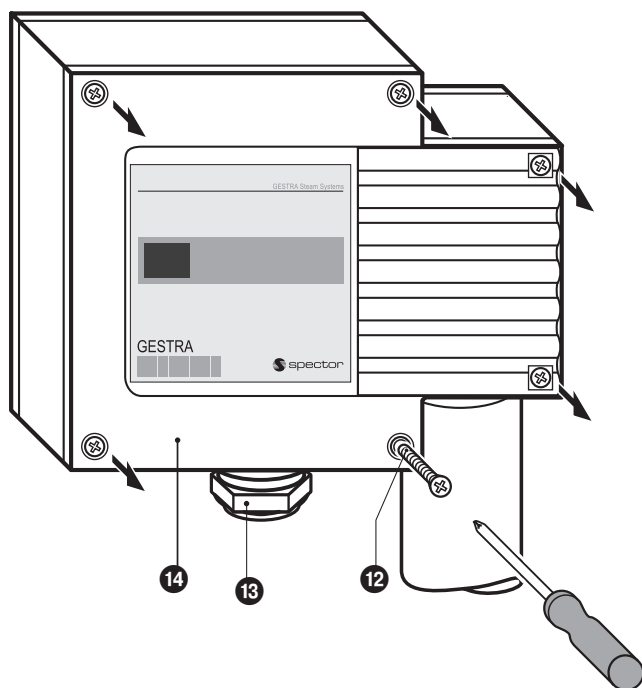

Рис. 13
1. Ослабить винты **12** и снять крышку корпуса **14**. **Рис. 13**. На эту крышку указывает стрелка на фирменной табличке.
1. Ослабить винты 12 и снять крышку корпуса 14. **Рис. 13, 14**